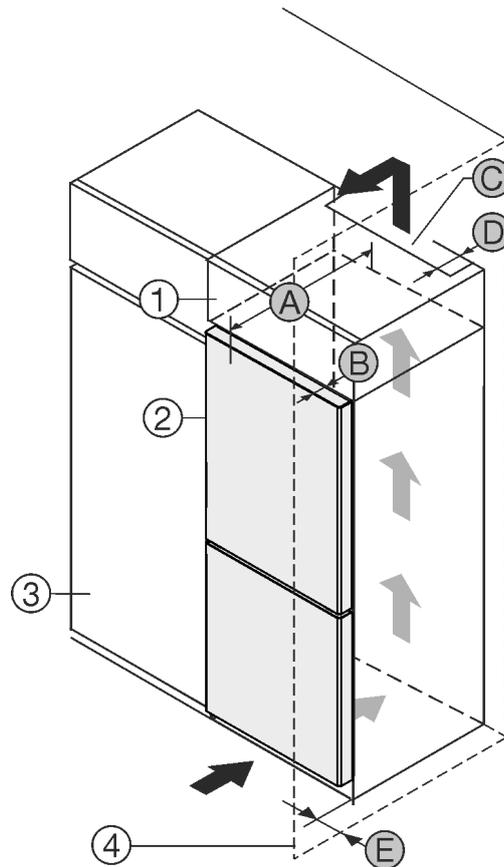

Fig. 1
Gerät direkt neben dem Küchenschrank Fig. 1 (3) aufstellen.
An der Rückseite des Aufsatzschanks muss ein Abluftschacht mit der Tiefe Fig. 1 (D) über die gesamte Aufsatzschrankbreite vorhanden sein.
Unter der Raumdecke muss der Entlüftungsquerschnitt Fig. 1 (C) eingehalten werden.
Wenn das Gerät mit den Scharnieren neben einer Wand Fig. 1 (4) aufgestellt wird, muss der Abstand zwischen Gerät und Wand mindestens 13 mm betragen.
Wenn das Gerät mit den Scharnieren neben einer Wand Fig. 1 (4) aufgestellt wird, muss der Abstand zwischen Gerät und Wand mindestens 20 mm betragen.
Um die Türe vollständig öffnen zu können, muss Gerät um die Türtiefe *Fig. 1 (B)* gegenüber der Küchenschrankfront vorstehen. Abhängig von der Tiefe der Küchenschränke *Fig. 1 (3)* und Verwendung von Wandabstandshaltern kann das Gerät weiter herausragen.